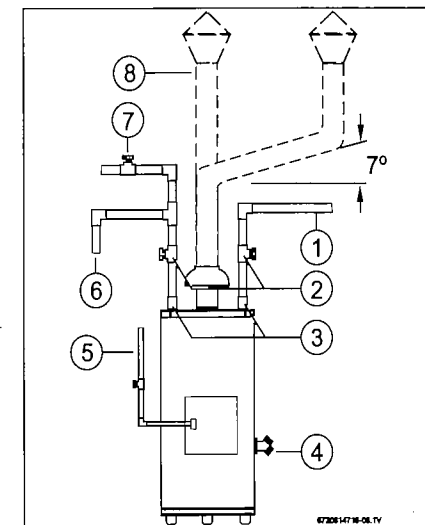

Fig. 7
- Instalar en la salida de agua caliente una válvula de alivio calibrada con presión de apertura de 184,24 PSI (1,27 MPa) (Fig. 7).